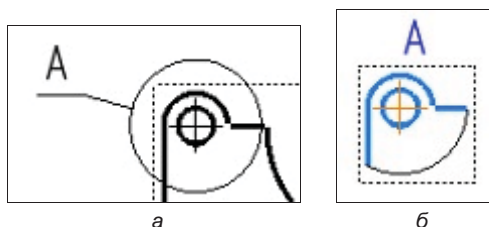

Рис. 24.14. Выносной элемент (а); создание выносного элемента (б)
- ◆ на разрезе Б-Б типом линии *Основная*, *Тонкая* или *Для линий обрыва* создайте замкнутый контур выносного элемента (рис. 24.14, а);